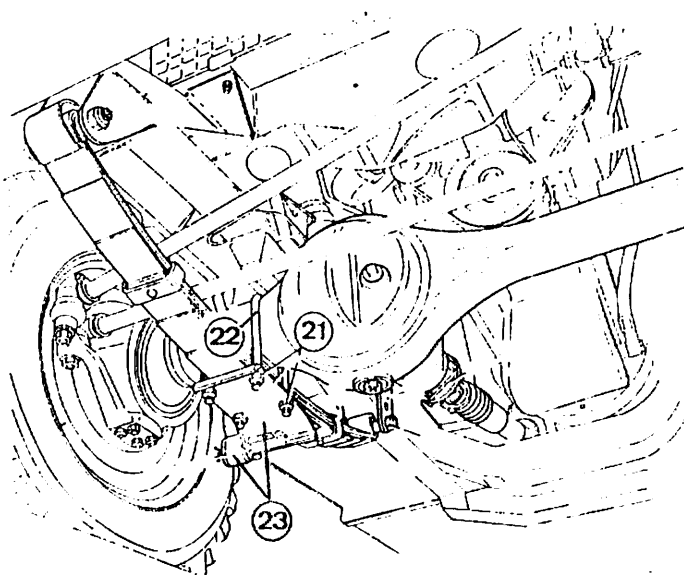

Fig. 05.1-7
En ambos lados, monte los abarcones (22), la placa y amortiguador (23) y las tuercas (21) (Fig. 05.1-7), fijadas al par especificado.